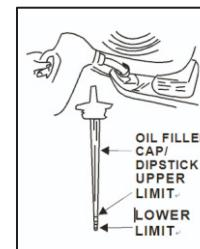

Fig. 9
- Giet de aanbevolen olie langzaam in de olievulnek. Vul niet te veel bij. Wacht, na het toevoegen van olie, een minuut en controleer daarna het oliepeil met behulp van de peilstok. Het oliepeil moet nu tussen de onderste en bovenste peilstreep staan (Zie Fig. 9).